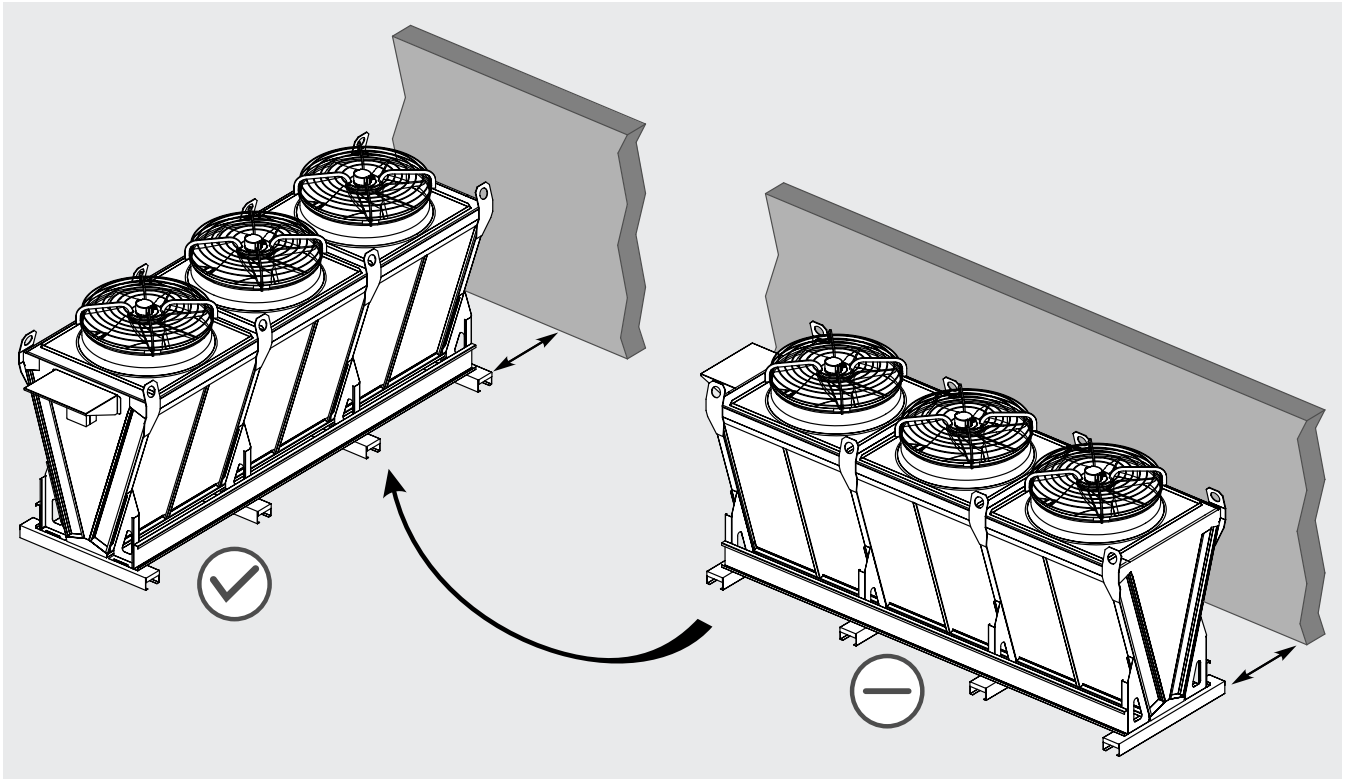

Figura 6
- 4.7 En caso de instalación cerca de un muro u otro obstáculo que pueda afectar significativamente al flujo de aire a través del intercambiador (valladas, setos, cortavientos, etc.), coloque el modelo, siempre que sea posible, con la superficie de aspiración ortogonal al obstáculo. Véase la Figura 6.